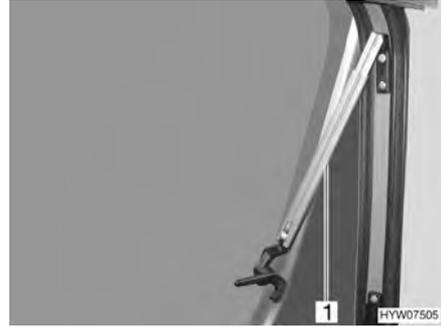

Fig. 56 Fenêtre projetante avec bras automatiques, ouverte
- Ouvrir la fenêtre projetante jusqu'au cran d'arrêt souhaité. Le bras automatique (Fig. 56,1) s'enclenche automatiquement.